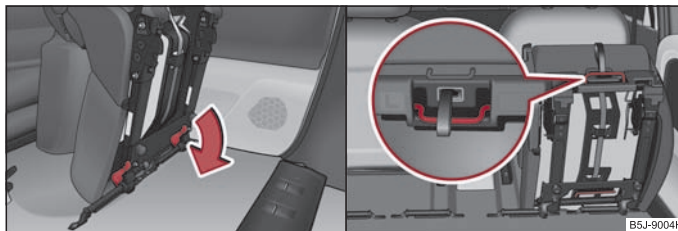

Fig. 53 Deblocarea scaunului rabatat în față / Mănerul de pe suprafața de șezut
- Deblocați scaunul rabatat în față, prin apăsarea în direcția indicată de săgeată, a elementelor de blocare ⇒ fig. 53.
- Scoateți scaunul, de mânerul de pe suprafața de ședere ⇒ fig. 53 dreapta. ►
- Rabatați în față scaunul lateral ⇒ pagina 60 și deblocați-l ⇒ pagina 60, fig. 53.